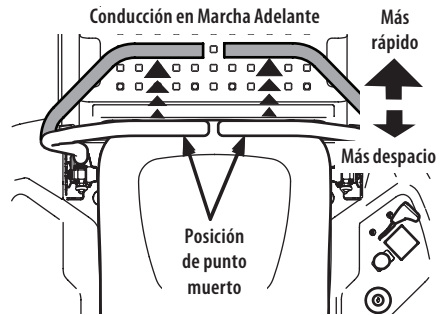

Figura 28
1. Mueva las palancas de control de la transmisión de forma lenta y pareja hacia adelante. El tractor comenzará a desplazarse hacia adelante (Figura 28).